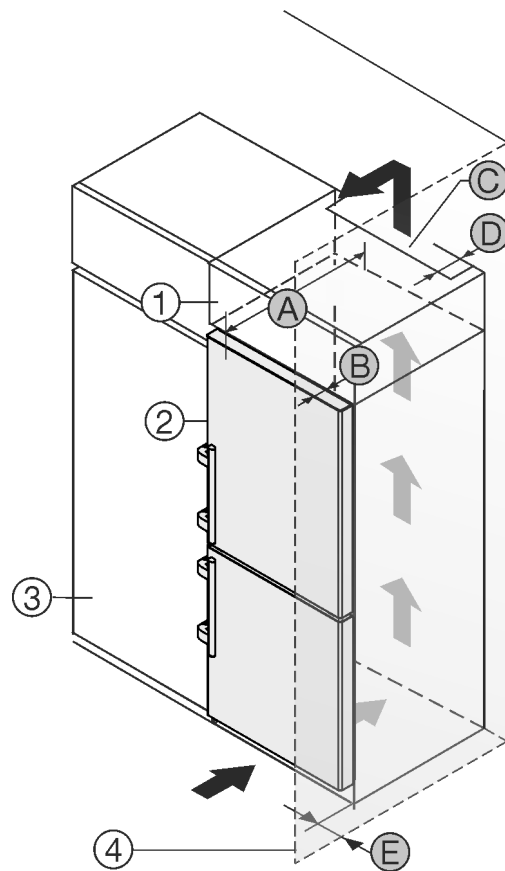

Fig. 2
- (1) Επικαθήμενο ντου - λάπι\*
- (2) Συσκευή\*
- (3) Ντουλάπι κουζίνας\*
- (4) Τοίχος\*
- (A) Βάθος συσκευής\*
- (B) Βάθος πόρτας\*
- (C) Διατομή αερισμού\*
- (D) Απόσταση πλάτης συσκευής\*
- (E) Απόσταση από το πλάι της συσκευής\*
Μπορείτε να τοποθετήσετε τη συσκευή ακριβώς δίπλα από το ντουλάπι κουζίνας Fig. 2 (3)\*
Στην πίσω πλευρά του επικαθήμενου ντουλαπιού πρέπει να υπάρχει ένα κενό εξαγωγής αέρα με βάθος Fig. 2 (D) σε όλο το πλάτος του επικαθήμενου ντουλαπιού.\*
Κάτω από την οροφή του δωματίου πρέπει να τηρείται η διατομή εξαερισμού Fig. 2 (C)\*
Εάν τοποθετήσετε τη συσκευή με τους μεντεσέδες δίπλα σε κάποιον τοίχο Fig. 2 (4), τότε πρέπει η απόσταση ανάμεσα στη συσκευή και στον τοίχο να ανέρχεται σε τουλάχιστον 57 mm. Αντιστοιχεί στην προεξοχή της χειρολαβής όταν η πόρτα είναι ανοιχτή.\*
Για να μπορείτε να ανοίγετε τελείως την πόρτα, πρέπει η συσκευή να προεξέχει κατά το βάθος της πόρτας Fig. 2 (B) από την πρόσψη του ντουλαπιού κουζίνας. Η συσκευή μπορεί να προεξέχει περισσότερο, ανάλογα με το βάθος των ντουλαπιών κουζίνας Fig. 2 (3) και την χρήση αποστατών τοίχου.\*